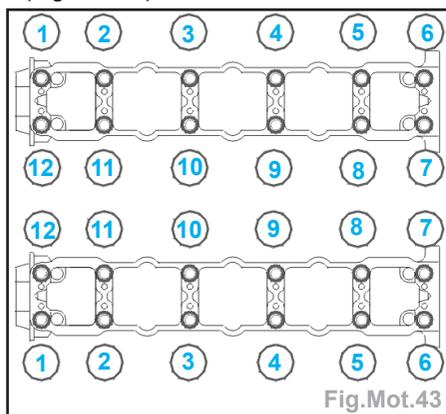
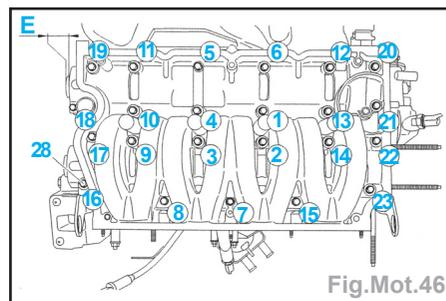

Fig.Mot.43
Fig.Mot.46
- Déposer un cordon de pâte à joint **SILICONE CATEGORIE 2** en (A) sur le pourtour des plans de joints et des taraudages recevant les vis de fixation.
- Reposer le carter paliers muni du perçage du capteur (4) côté échappement.
- Approcher puis serrer progressivement les vis de fixation dans l'ordre indiqué (Fig.Mot.43).
- Positionner l'arbre à cames équipé de la cible du capteur (4) côté échappement.
- Approcher puis serrer progressivement les vis de fixation dans l'ordre indiqué (moteur 2,0 : (Fig.Mot.43) et moteur 2,0 HPI (Fig.Mot.46)) :